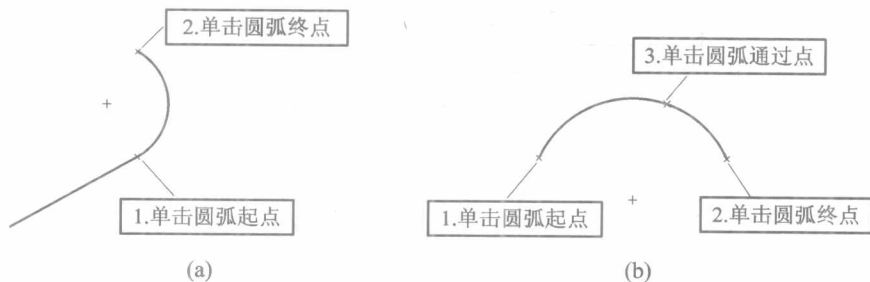

图 2-9 草绘相切/三点圆弧
(1) 相切/三点圆弧：单击草绘圆弧图标 ，如果草绘的圆弧与其他草绘几何在端点处汇合，则单击起点后，草绘圆弧与草绘几何在端点处相切，拖动鼠标再单击圆弧终点；如果要草绘孤立的圆弧，则单击圆弧的起点和终点，拖动鼠标，单击圆弧通过的点以确定圆心和半径，如图 2-9 所示。